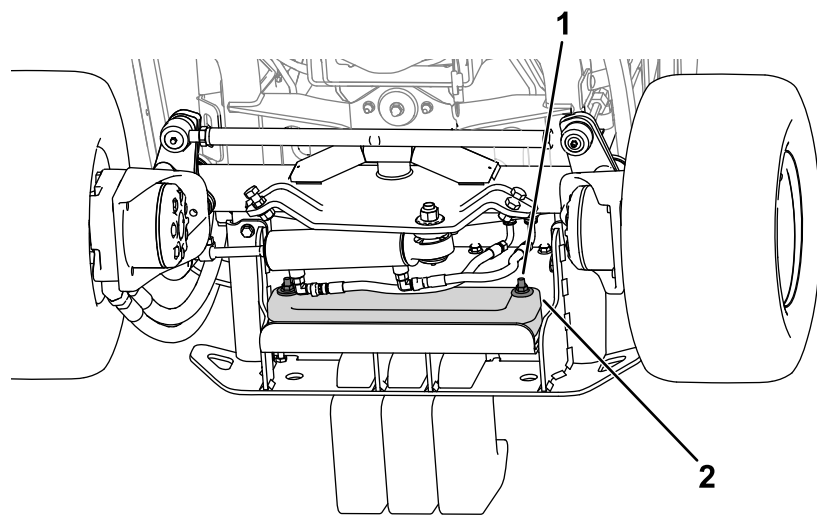

Figura 19
- 2. Utilice las fijaciones para sujetar los pesos al parachoques (Figura 19).